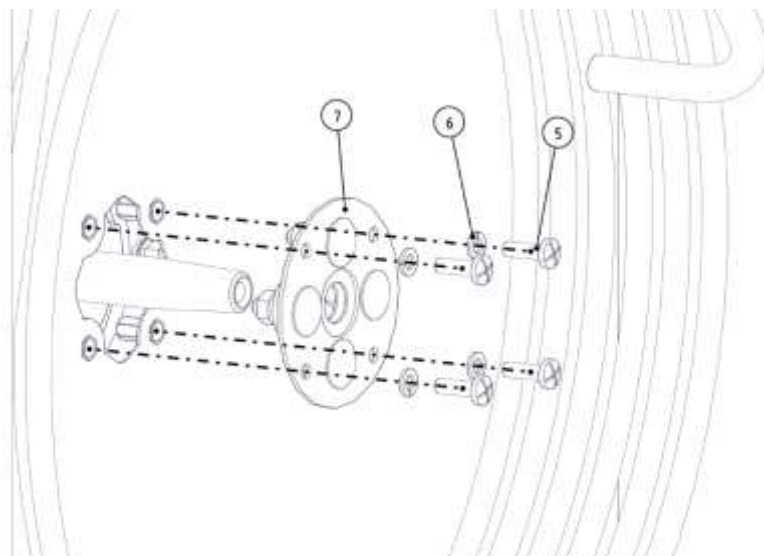

Рис. 39 – Демонтаж сальника
5. Открутить 4 винта М5 (поз.5, рис. 39) вместе с шайбами (поз.6, рис. 39) удерживающих сальник (поз.7, рис. 39), снять сальник движением на себя